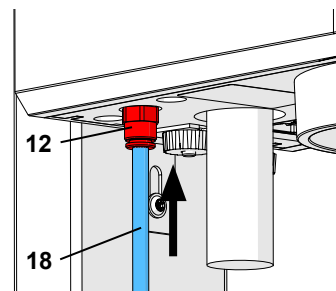

Fig. 5-a
! Em aparelhos de versões anteriores, o filtro de entrada (13) está localizado fora do aparelho (Fig. 5-b). Nestes casos, inserir a mangueira de ar comprimido (18) no filtro de entrada (13). É necessário vencer uma leve resistência. **NUNCA utilizar o aparelho sem filtro de entrada!**